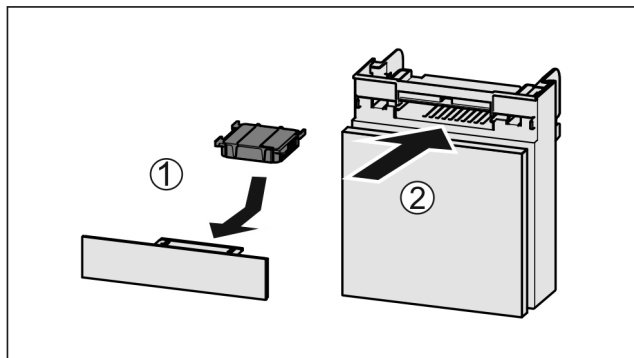

Fig. 27
- ▶ Вставити фільтр з активованого вугілля за малюнком Fig. 27 (1).
- ▶ Вставити відділення Fig. 27 (2).